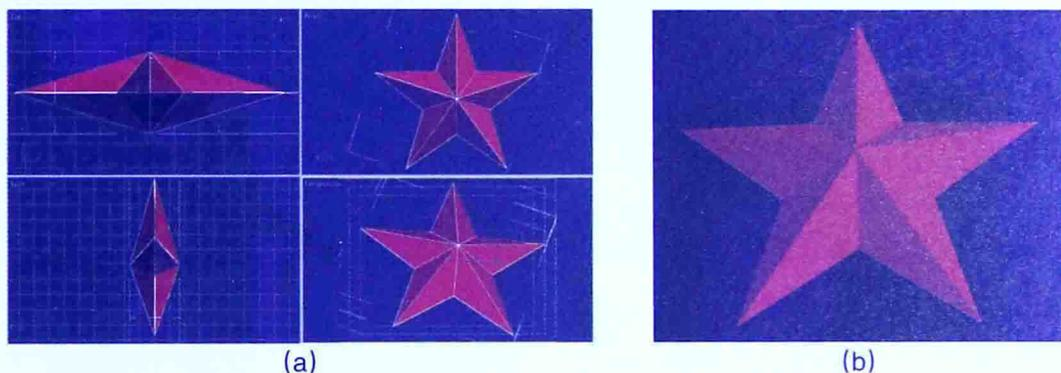

图 1-19
5. 按下键盘“M”键，打开【材质编辑器】，选择一个空白材质球，命名为“五角星材质”，点击  按钮，将颜色赋给五角星，然后点击【Diffuse】右边的色块，修改其颜色，适当增加一些高光值。修改和渲染后的效果如图 1-19 所示：